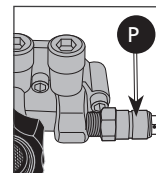

Figura 18
**La Válvula térmica de Alivio (Figura 18):** Cuando la temperatura dentro de la bomba sube demasiado alto, esta válvula abrirá y soltará un chorro de agua en un esfuerzo de bajar la temperatura dentro de la bomba. La válvula entonces cerrará.